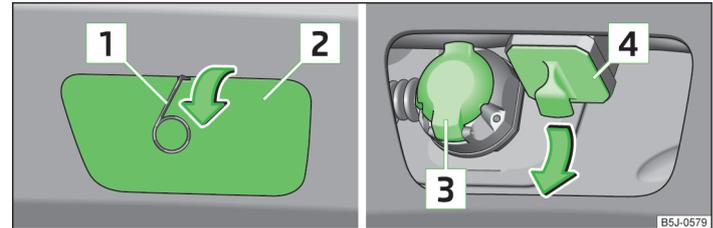
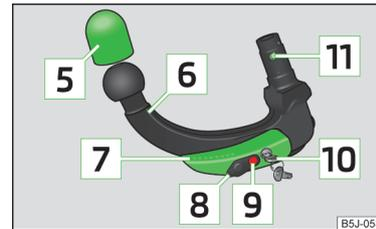

Abb. 100 Abdeckkappe abnehmen: am hinteren Stoßfänger / für den Aufnahmeschacht
Abb. 101 Kugelstange
Bildbeschreibung » Abb. 100 und » Abb. 101
- Die Abdeckkappe am hinteren Stoßfänger **2** » Abb. 100 auf Seite 122 mithilfe des Bügels zum Abziehen der Radvollblenden in Pfeilrichtung abnehmen.
- Die Abdeckkappe für den Aufnahmeschacht **4** » Abb. 100 auf Seite 122 in Pfeilrichtung abziehen » **!**
Die Kappe **2** sowie die Kappe **4** » Abb. 100 auf Seite 122 nach dem Abnehmen an einer geeigneten Stelle im Gepäckraum aufbewahren.
- Die Abdeckkappe für den Aufnahmeschacht **4** » Abb. 100 auf Seite 122 entgegen der Pfeilrichtung einsetzen.
- Die Abdeckkappe am hinteren Stoßfänger **2** » Abb. 100 auf Seite 122 an die „Häkchen“ im unteren Stoßfängerbereich ansetzen.